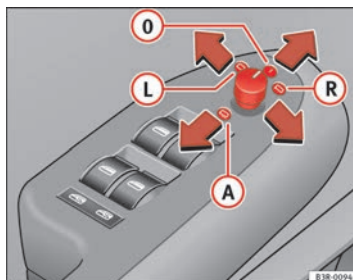

Fig. 105 Particolare del bracciolo pomello di regolazione
- Girare la manopola nella posizione $\Rightarrow$ pag. 139, fig. 105 **L** (specchio sul lato del conducente) o nella posizione **R** (specchio sul lato del passeggero).
All'inserimento della retromarcia la superficie dello specchio si inclina leggermente verso il basso, a condizione che la manopola sia in posizione **R**, cioè nella posizione per la regolazione dello specchio sul lato del passeggero $\Rightarrow$ pag. 139, fig. 105. In questo modo durante la manovra di parcheggio si può vedere il bordo del marciapiede.